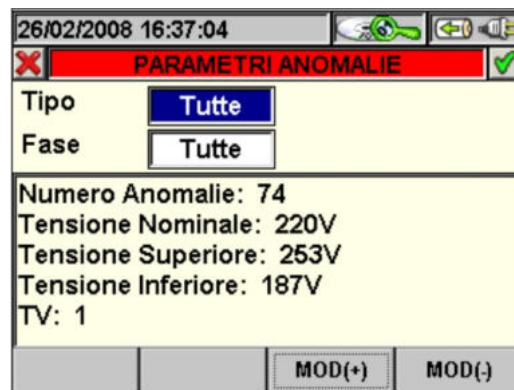

Fig. 94: Parametri Anomalie
- Il tasto **F2** (o la voce **PARAM** sul display) accede alla pagina che mostra le impostazioni eseguite per le Anomalie di Tensione (Fig. 94)